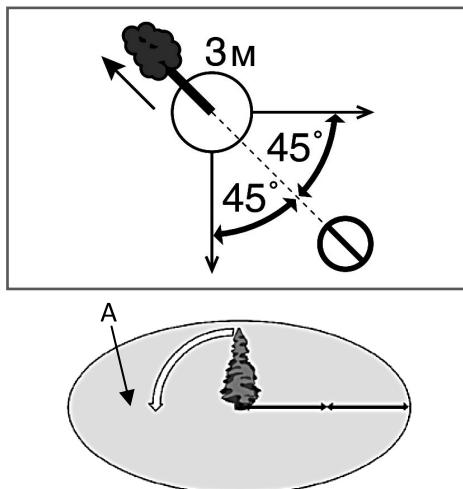

Рис.12 Зона безопасности при валке дерева
45 градусов, и вы должны отойти минимум на 3 метра от ствола, на тот случай, если во время падения комель дерева отскочит в сторону. Зона безопасности (A) должна быть не менее 2 1/2 высоты дерева (Рис.12).